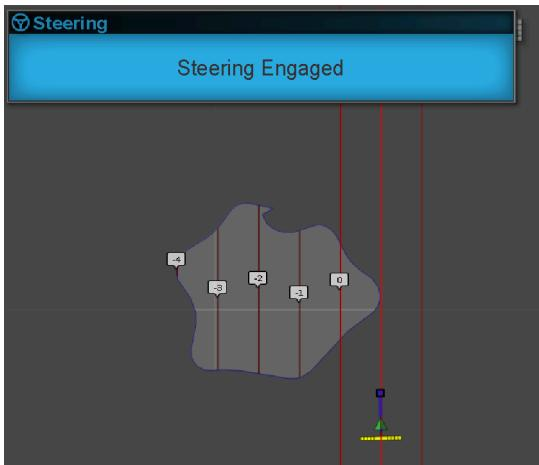

Figura 35
- STEERING ENGAGED – um alarme visual exibe quando a funcionalidade de direção assistida está ativa (Figura 35).